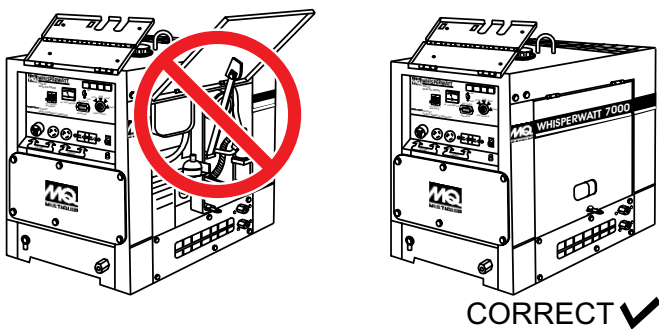

Figure 15. Portes du générateur
2. **NE JAMAIS** faire fonctionner le générateur avec les portes **ouvertes** (figure 15). Le fonctionnement avec les portes ouvertes peut provoquer un refroidissement insuffisant de l'unité, et des dommages au moteur peuvent en résulter. Fermez les portes pour un fonctionnement normal.